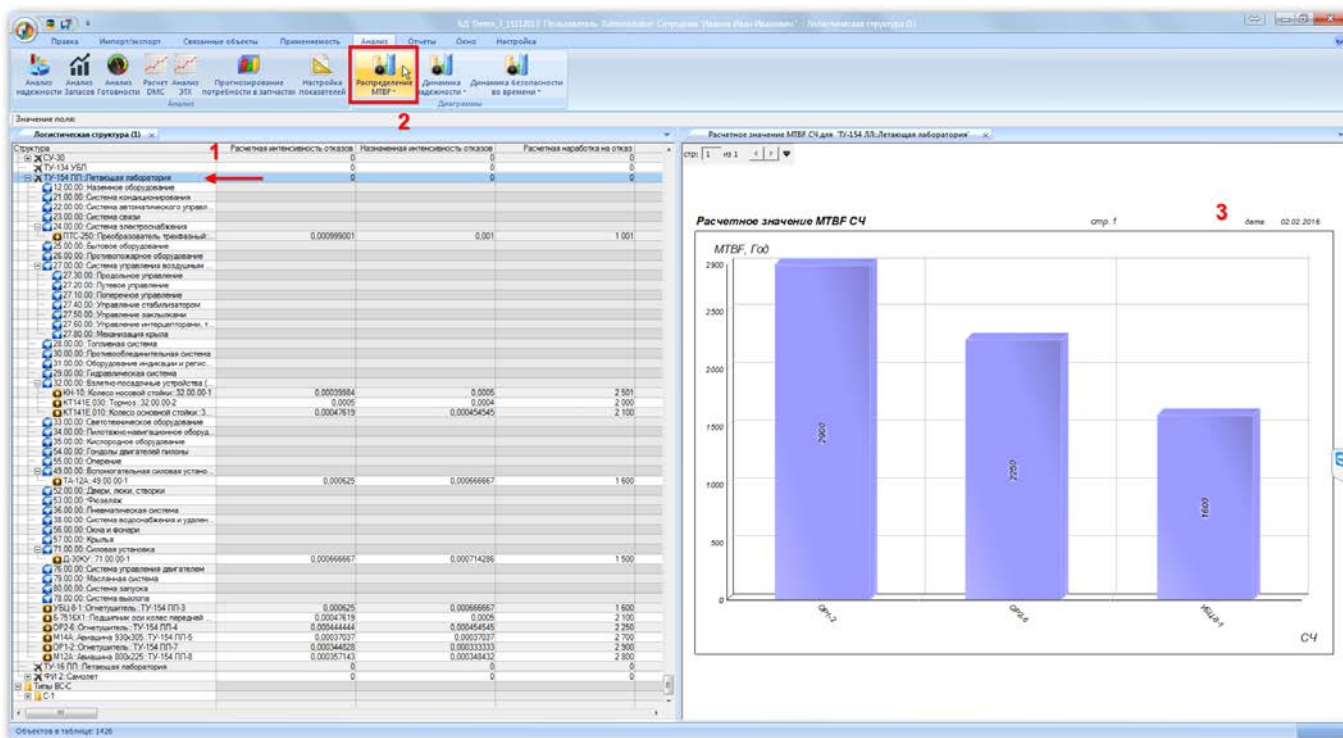

Рис. 13-553 – Построение диаграммы по надежности
- 3) Нажать кнопку «Распределение МТBF» панели «Диаграммы» на вкладке «Анализ» и выбрать пункт «Расчетные значения» (рис. 13-553).